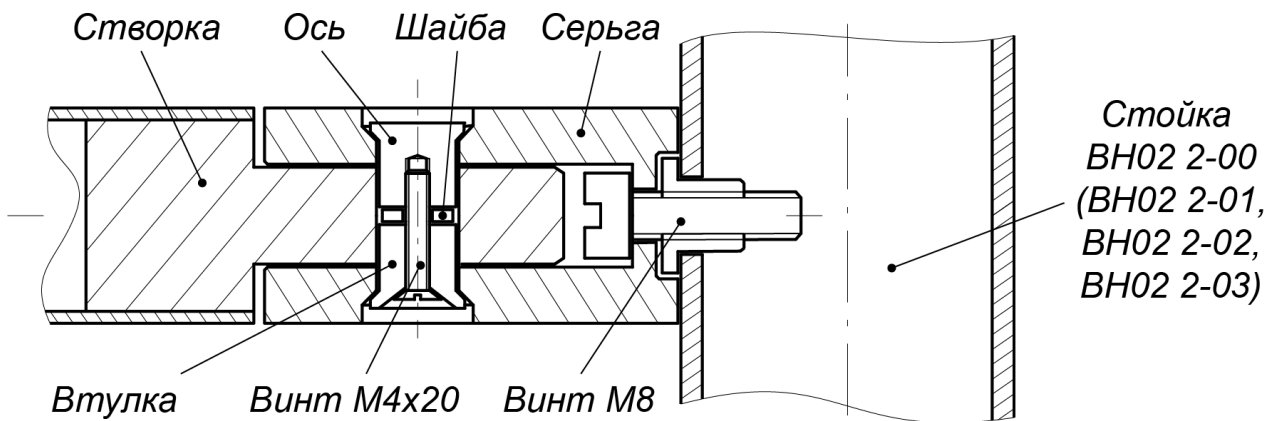

Рисунок 14. Крепление шарниров к опорной стойке поворотной секции ограждения
4. На стойке двумя винтами М8 закрепите две серьги шарниров. Соберите шарнирные узлы и установите створку на опорной стойке, как показано на рис. 14.
3. На стойках ограждения винтами М8 закрепите по две серьги шарниров створки (рис. 14).
4. Установите стойки на установочной поверхности и закрепите их болтами М10 (предварительно подняв декоративные крышки вместе со вставками из пеноматериала вверх по стойке). Усилие затяжки – предварительное. Соберите шарнирные узлы и установите створки на стойках, как показано на рис. 14.
5. На стойке двумя винтами М8 закрепите две серьги шарниров. Соберите шарнирные узлы и установите створку на опорной стойке, как показано на рис. 14.